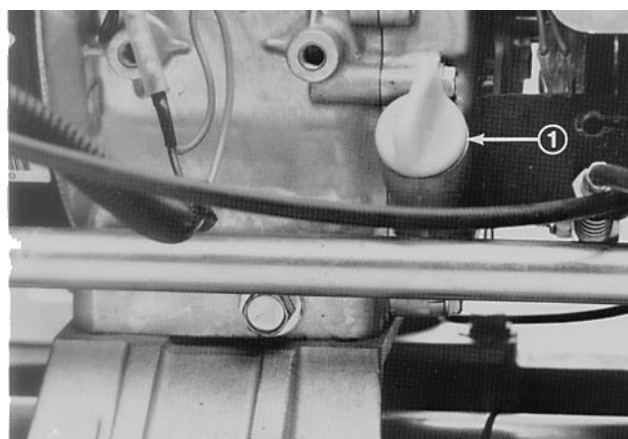

Fig. 1
1. Posizionare il tosaerba in modo che il motore sia orizzontale, e pulire attorno all'indicatore del livello dell'olio (Fig. 1).